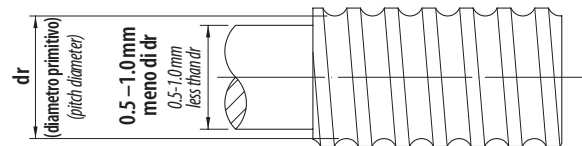

Fig. 3.4 Lavorazione del terminale di una vite a ricircolo di sfere
Se si sceglie una chiocciola a ricircolo di sfere con ricircolo interno o a end cap, è necessario lavorare l'estremità dell'albero in corrispondenza del fondo della pista di rotolamento. Il diametro del codolo deve essere indicativamente inferiore di 0,5 - 1,0 mm rispetto al diametro primitivo della vite (Fig. 3.4).
*If it is chosen a nut with internal circulators or end caps, it is necessary to machine the shanks of the shaft near the end of the rolling circuit. The diameter of the shank must be roughly inferior by 0,5-1,0 mm than the screw's pitch diameter (Fig. 3.4).*